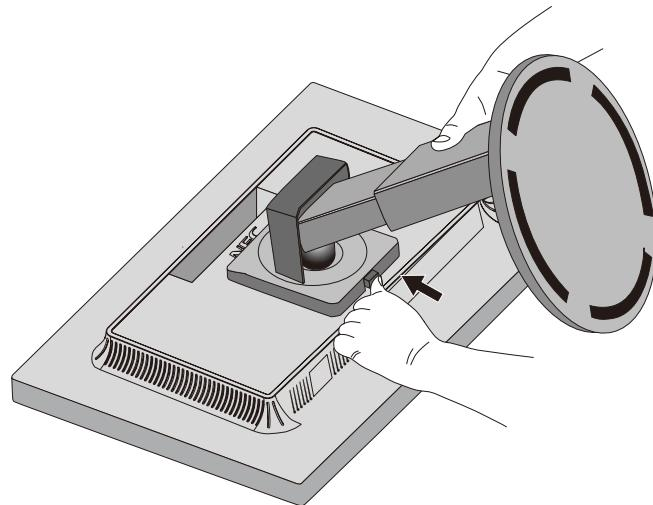

图 S.1
3. 将显示器面朝下放在一个不会造成磨损的表面(图 S.1)。
按箭头所示方向按下快速释放杆(图 S.1)。
5. 提起底座，将它与显示器分离(图 S.1)。